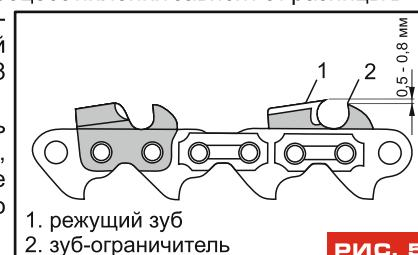
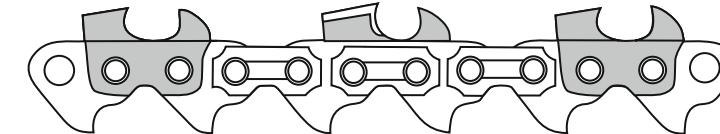

РИС. 5
РИС. 6
**Внимание!** Прежде чем Вы приступите к заточке цепи проверьте ее на видимые повреждения по следующим признакам (рис. 5,6):
Заточку цепи необходимо начинать с заточки режущих зубьев (1) (рис.5). Затачивайте зубья равномерно, вначале каждый второй зуб с одной стороны, потом каждый второй зуб с противоположной стороны. Длина режущих зубьев должна быть одинаковая, различная длина не допускается и может привести к нежелательным последствиям (рис.6).
Настройте установочный клин (14) с помощью установочного винта (8) чтобы клин (14) располагался в притык к затачиваемому звену и не давал цепи передвигаться в процессе заточки (рис. 6).